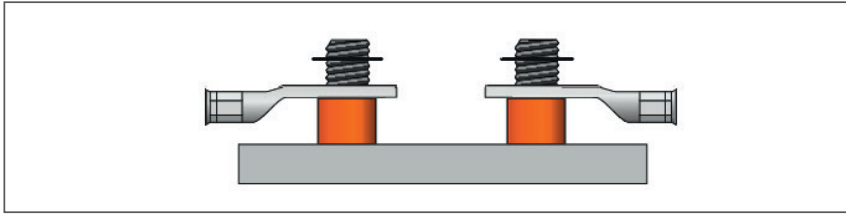
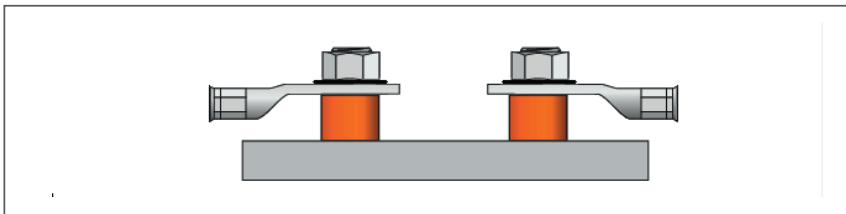

Abb. 5-9: Leitungen HV+, Ringkabelschuhe auf Kupfer-Dome auflegen
Abb. 5-10: Leitungen HV+, Ringkabelschuhe mit M8-Muttern befestigen
Die Leitungen HV+ werden wie in Abb. 5-9 und Abb. 5-10 dargestellt montiert.
- ☞ Die Ringkabelschuhe der Leitungen HV+ wie in Abb. 5-9 dargestellt auf die Kupfer-Dome auflegen.